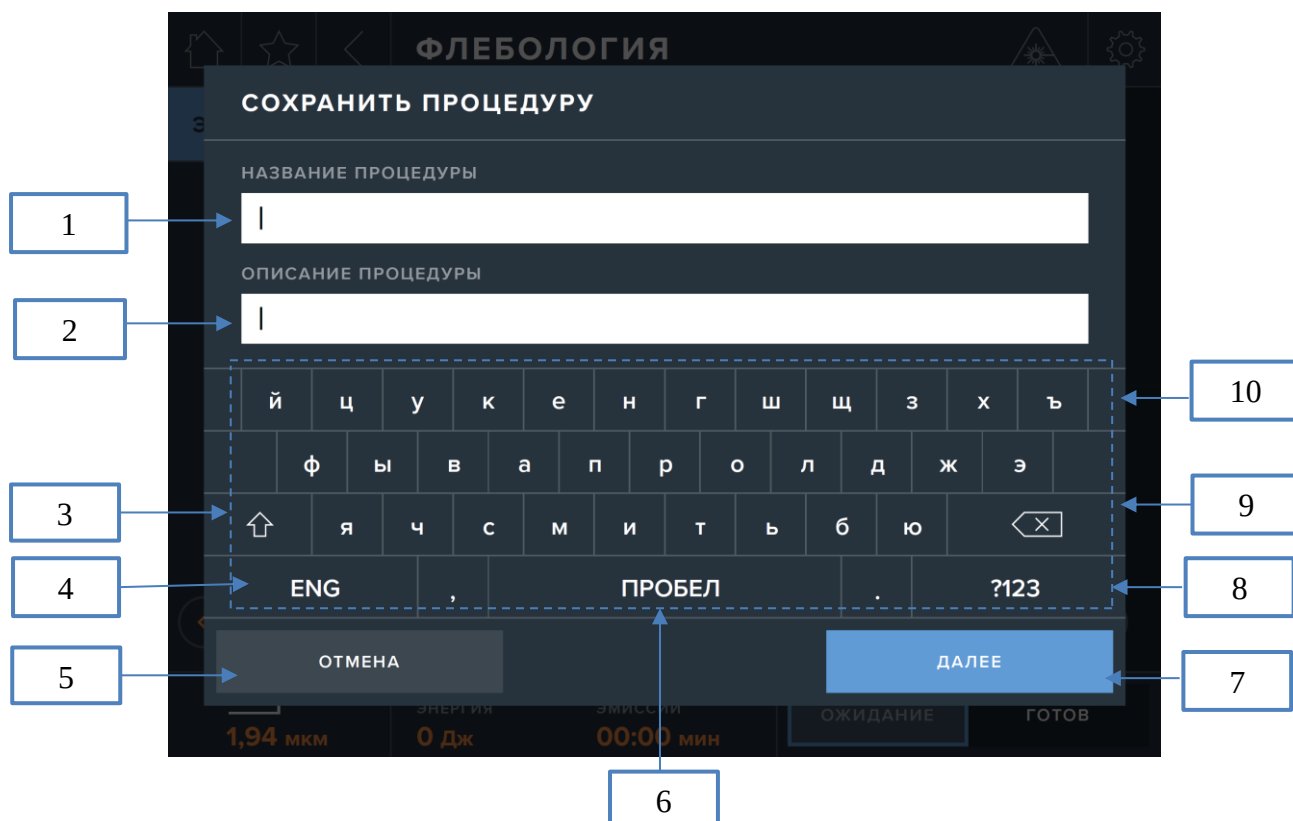

Рис. 19. Экран сохранения пользовательского режима
В открывшемся окне (рис. 19) необходимо ввести название процедуры (1) и описание процедуры (2) с помощью экранной клавиатуры (10), имеющей следующие клавиши:
- изменение регистра вводимых букв (3);
- изменение языка вводимых букв: русский/английский (4);
- добавление интервала между символами (6);
- переключение клавиатуры с буквенной на цифро – символьную клавиатуру (8);
- удаление последнего введенного символа (9).